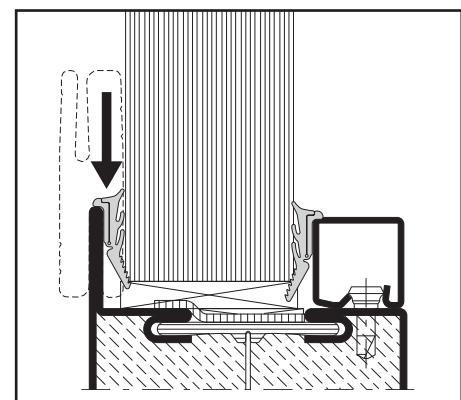

Abb. 27 / Fig. 27 / Fig. 27
- Keildichtungen auf Seite Profillappen mit leichtem Übermass in 45°-Gehrung zuschneiden und ein drücken Abstandhalter laufend entfernen (Abb. 27)
- Découper les joints à bourrer coté aile fixe d'onglet à 45° avec une légère surlongueur et les enfoncer (fig. 27). Retirer les pièces de distance